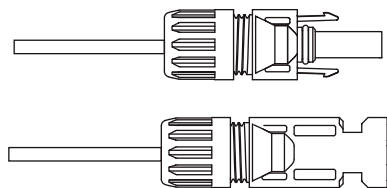

Abb. 5.5 Stecker mit aufgeschraubter Überwufmutter
c) Stecken Sie den Kontaktstift in den oberen Teil des Steckers und schrauben Sie die Überwurfmutter auf den oberen Teil des Steckers (wie in Abb. 5.5 gezeigt).